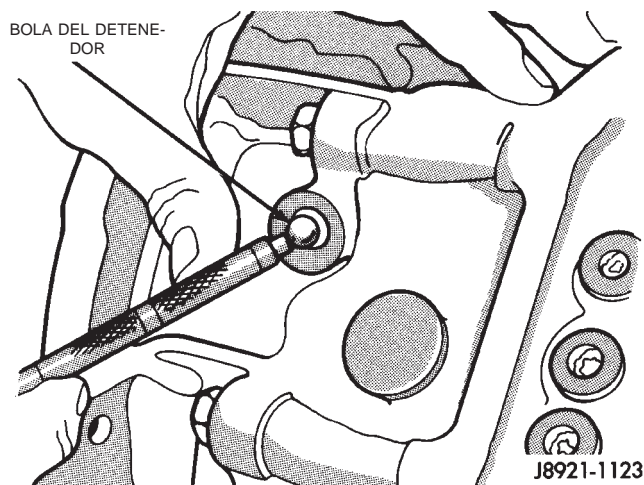

Fig. 47 Instalación de bola del detenido
(16) Instale la bola del detenedor de cambio en la abertura del detenedor (Fig. 47).